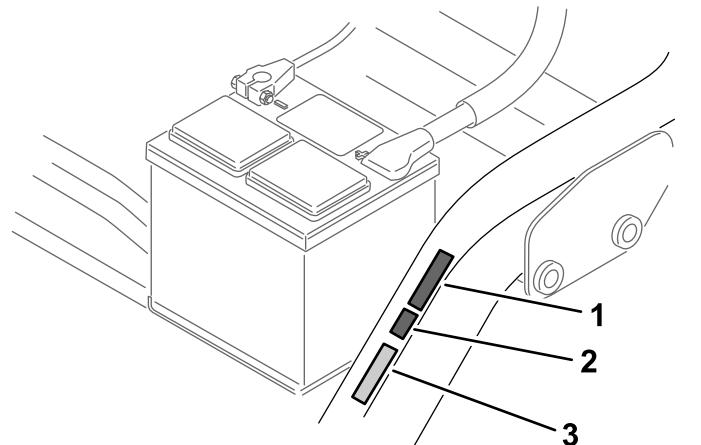

Bild 15
- Bringen Sie den CE-Herstellungsjahr-Aufkleber neben dem CE-Kennzeichnungsaufkleber an (Bild 15).
- Bringen Sie den CE-Kennzeichnungsaufkleber neben der Seriennummernplatte an (Bild 15).